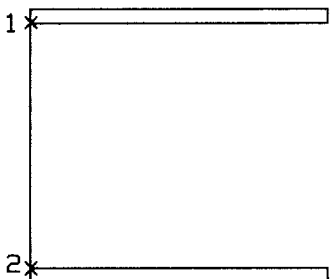

图 1-11 绘制辅助直线
(2) 在【图层】工具栏中, 打开图层下拉菜单, 选择“窗棱”图层。使用【直线】工具, 绘制出辅助直线, 如图 1-11 所示。